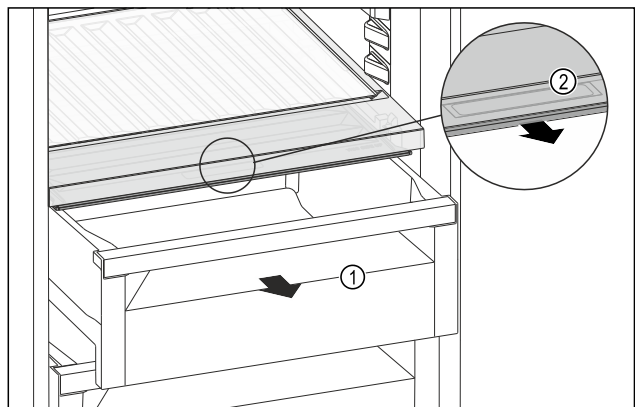

Fig. 161
- Retirer le tiroir Fig. 161 (1).
- Saisir la poignée encastree Fig. 161 (2) du couvercle du compartiment et tirer le couvercle du compartiment par l'avant.